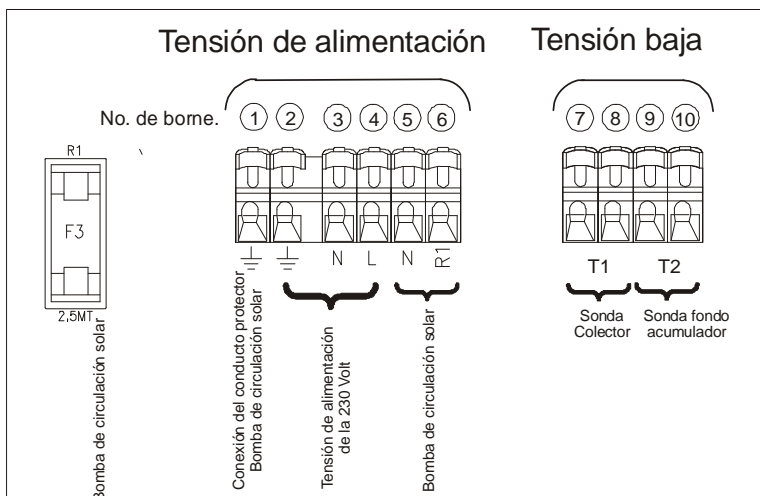

Fig. 6: Bornes de conexión del regulador
Conectar el cable de alimentación de corriente y el cable de la bomba a los bornes de conexión previstos para ello (Fig. 6, Pos. ① a ⑥). A cada borne le puede corresponder sólo un cable (máx. 2,5 mm²). Si los cables son de hilos finos, utilizar virolas de cable. Los cables no deberán presentar carga de tracción fuera del regulador.
Conectar las sondas del colector y del acumulador a los bornes de conexión correspondientes (Fig. 6, Pos. ⑦ a ⑩). Aquí no desempeña un papel importante la polaridad de los contactos de las sondas. Los cables no deberán presentar carga de tracción fuera del regulador.